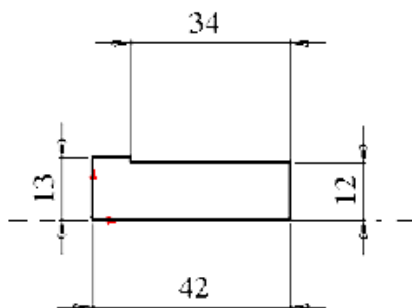

Рис. 3.2. Эскиз профиля крышки
4. Пользуясь инструментами ,  и , создать эскиз профиля вращения, обязательно используя привязку к началу координат (рис. 3.2).